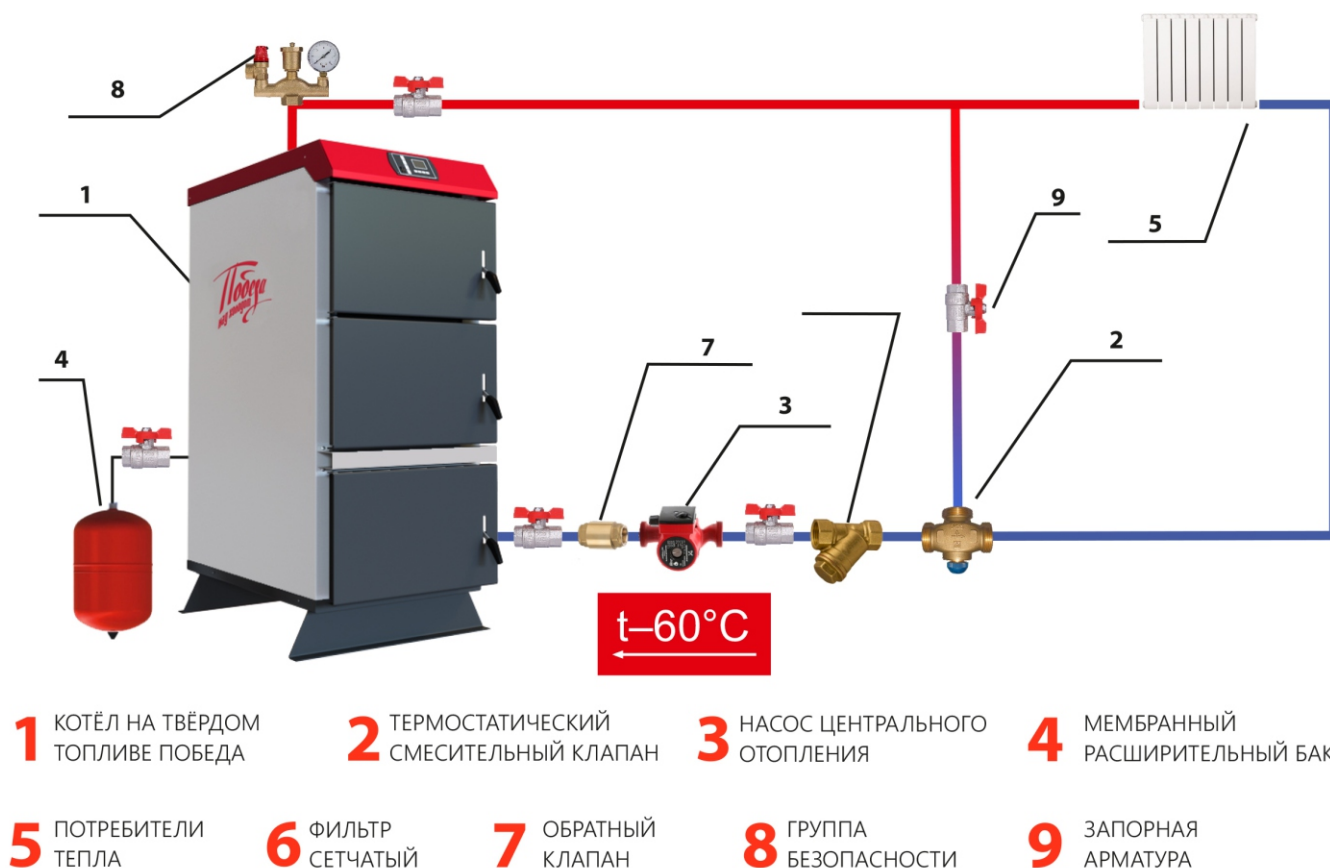

Рисунок 2 - Подключение с трехходовым краном
6. Во избежание появления конденсата, что может в несколько раз сократить срок эксплуатации Котла, необходимо систему отопления монтировать по прилагаемым или аналогичным схемам, обеспечивающим температуру возвратной воды не ниже 55°C (см. рис.2,3).